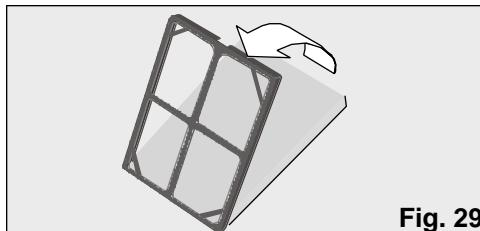

Fig. 29
- Verifieer of de reinigingsfilter goed geplaatst is in het positie-element, is dit niet zo, dan installeer het dan zoals te zien is in **fig. 29**. De donkere kant van de filter moet zo geplaatst worden dat deze in contact is met het positie-element.